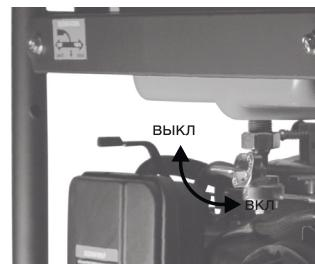

Рис. 1
- Открыть топливный кран, переведя его в положение «Вкл» (Рис. 1).